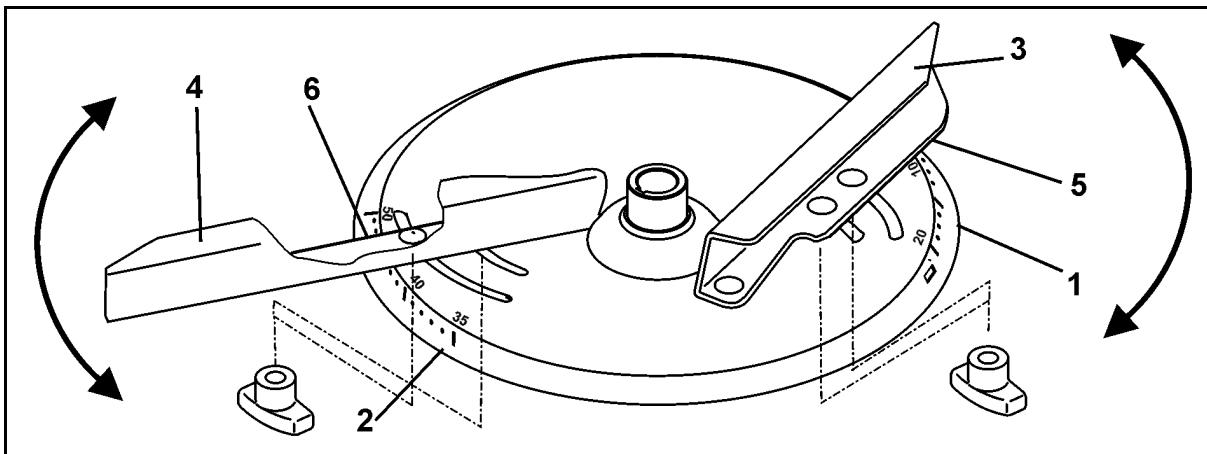

Fig. 63
For en nøyaktig innstilling av de ulike spredevingestillingene uten bruk av verktøy er det plassert to ulike skalaer (Fig. 63/1 og Fig. 63/2) som ikke kan forveksles, på hver spredeskive.
- Den korteste spredevingen (Fig. 63/3) har en skala (Fig. 63/1) med verdier fra 5 til 28, og den lengste spredevingen (Fig. 63/4) en skala (Fig. 63/2) med verdiene 35 til 55.
- Les av innstillingsverdien for den korte spredevingen (Fig. 63/3) på avlesingskanten (Fig. 63/5).
- Les av innstillingsverdien for den lange spredevingen (Fig. 63/4) av på avlesingskanten (Fig. 63/6).
- Når spredevingene dreies til en høyere tallverdi på skalaen (Fig. 63/1 el. Fig. 63/2), blir arbeidsbredden større.